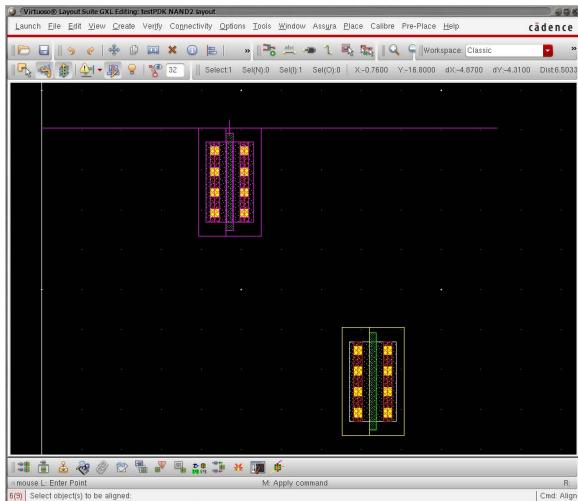

図 37: Reference の設定
4. Set New Reference ボタンを押した後、レイアウトエディタ上で、先ほど移動した NMOS トランジスタを選択すると、図 37 に示すように、Align コマンドの Reference となる位置がピンク色の線で表示される。